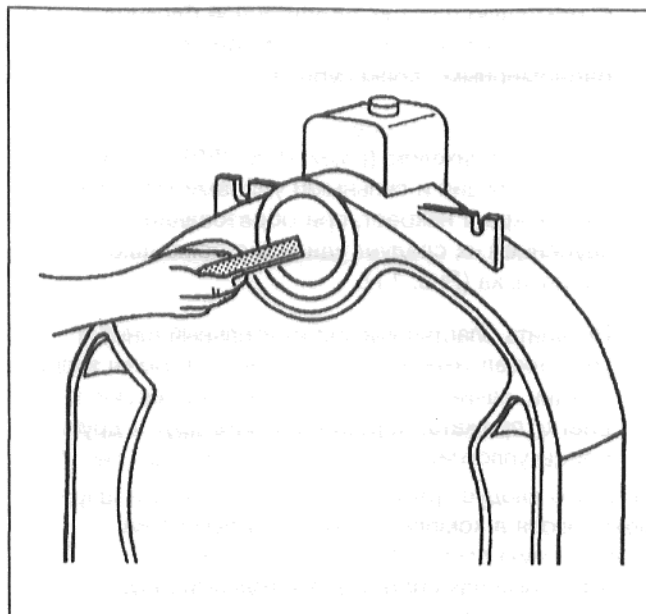

Рис. 8
- В случае наличия заусенцев на ступицах обработать их напильником (Рис. 8).